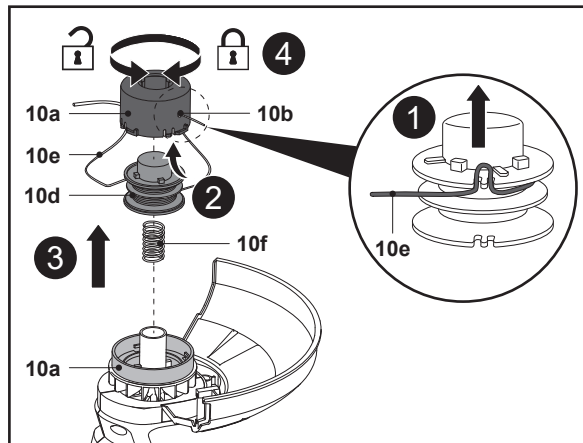

Fig. 15
6. Dégager le fil de coupe (10e) des encoches et le maintenir dans cette position. Éviter de séparer le fil de coupe (10e) de la bobine de coupe-bordures (10d) (Fig. 15, étape 1).
7. Faire passer l'extrémité du fil de coupe à travers l'œillet (10b) dans le carter (10a) (Fig. 15, étape 2).
9. Insérer la bobine de coupe-bordures (10d) dans le carter (10a) (Fig. 15, étape 3).
10. Enfoncer la bobine de coupe-bordures (10d) avec le carter (10a) contre le ressort (10f) et tourner l'ensemble à la main jusqu'à ce qu'il se verrouille (Fig. 15, étape 4).